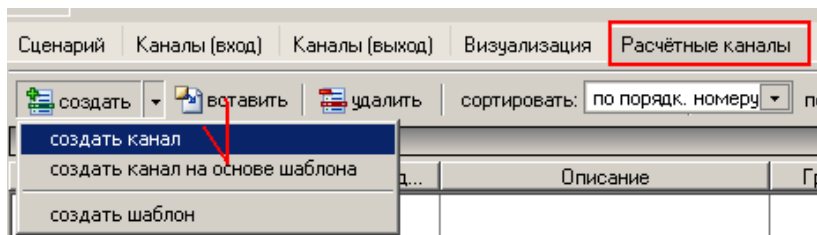
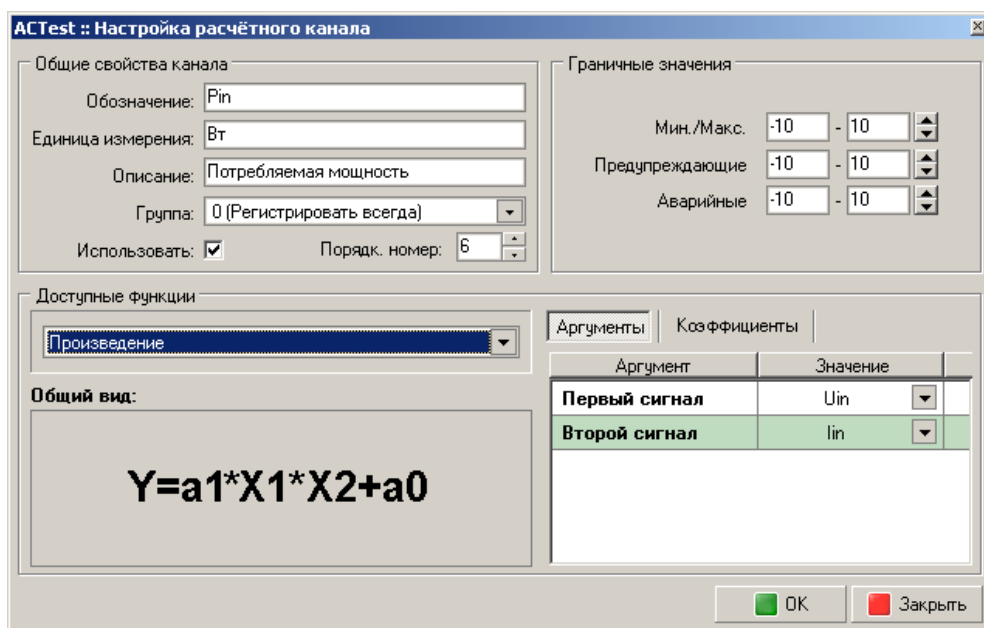

Рисунок 7
Рисунок 8
6.1. Создать новый расчетный канал. Для создания такого канала воспользуйтесь командой "Создать→Создать канал" в окне закладки "Расчетные каналы" (см. Рисунок 7). После обращения к команде откроется окно "Настройка расчетного канала" (см. Рисунок 8), где производятся настройки.